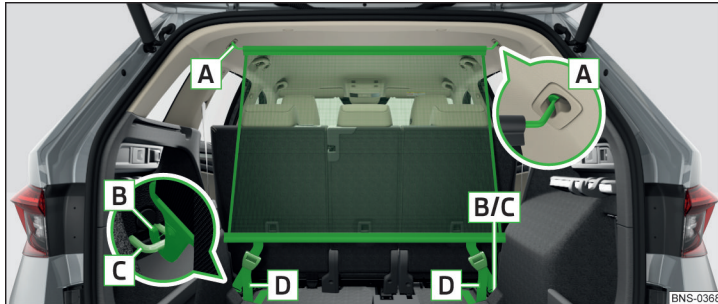

Abb. 151 Netztrennwand hinter den Rücksitzen
- › Zum **Einbau** die Querstange in die Aufnahme **A** erst auf der einen Seite einsetzen und nach vorn drücken. Auf gleiche Weise die Querstange auf der anderen Fahrzeugseite in die Aufnahme **A** einsetzen » Abb. 151.
- › Die Gurte an den freien Enden **D** straff ziehen » Abb. 151.